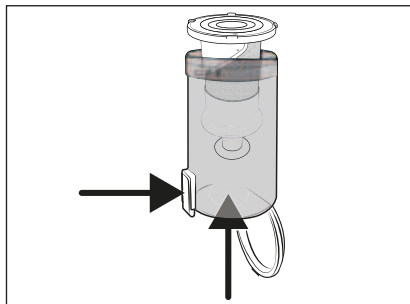

Fig. 18
- 3) Retirez le filtre en acier inoxydable 5 du bac à poussière 6, en appuyant sur la touche de déverrouillage du couvercle du bac à poussière 7. Glissez alors le filtre en acier inoxydable 5 hors du bac à poussière 6, par le bas (voir fig. 18).